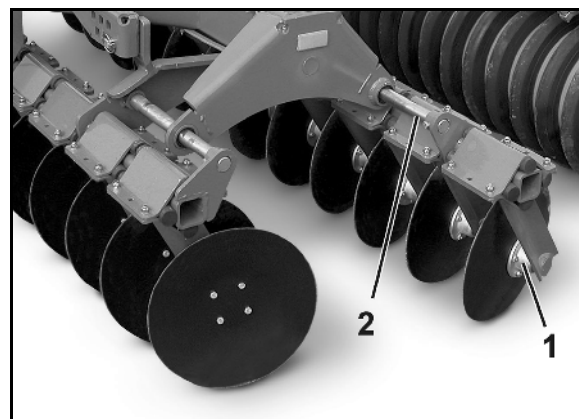

Fig. 10
Lageret til hulskålene (Fig. 10/1) består av et toraders skrått kulelager med glideringpakning og oljefylling og er vedlikeholdsfritt.
- Forskyvningen (Fig. 10/2) på begge skålekkene kan tilpasses arbeidsdybden og hastigheten ved hjelp av forskyvningsenheten.